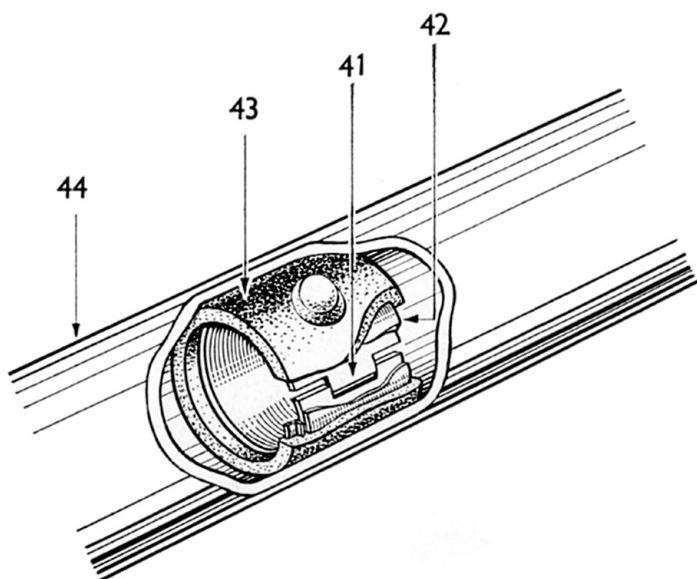
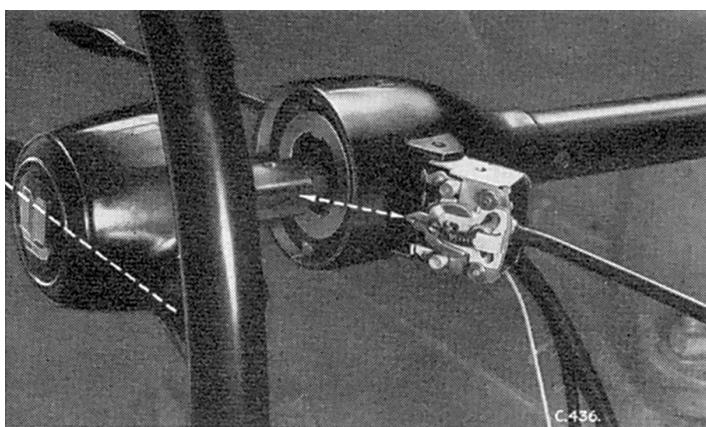

Fig. 27. Ensemble coussinets de la colonne de direction
Fig. 28. Position des pattes du déconnecteur automatique des indicateurs de direction par rapport au volant
1. Monter le coussinet en nylon (41) et la bague en acier (42) dans chaque bague de caoutchouc (43) et introduire l'ensemble dans le bas de la partie extérieure de la colonne (44) en engageant les saillies en caoutchouc dans les trous de la colonne, comme indiqué Fig. 27. S'assurer que la bague de renforcement métallique au bout du coussinet se trouve du côté de l'extrémité inférieure de la colonne. Répéter ces opérations avec l'ensemble coussinet supérieur.
2. Fixer la cuvette (40) à l'extrémité inférieure de la colonne (44).
3. Monter le volant sur la partie intérieure de la colonne (39) et aligner les pattes du déconnecteur automatique d'indicateur de direction avec les rayons du volant, comme indiqué Fig. 28. Monter l'attache (60) et la fixer au moyen de l'écrou (62). Mater l'écrou à la partie intérieure de la colonne pour l'empêcher de se dévisser.